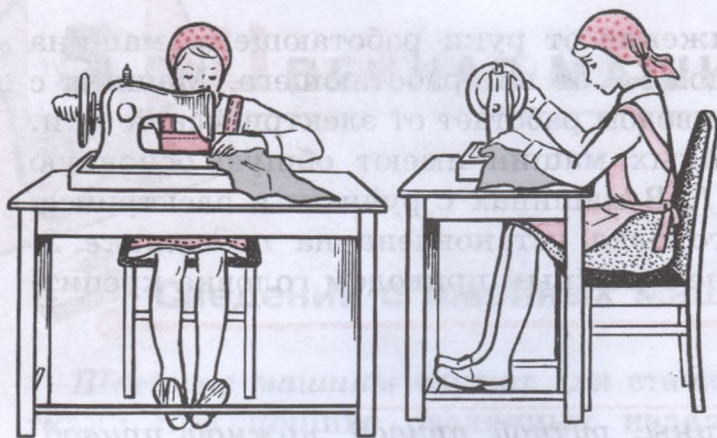

Рисунок 44.
5. При работе на швейной машине с ручным приводом ноги должны опираться всей ступнёй на пол или подставку (рисунок 44).